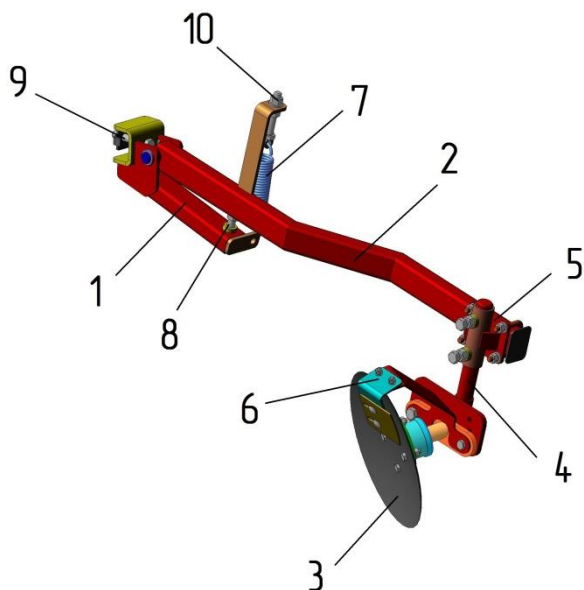

Рисунок 6 – Механизм дискового типа
3.6 Механизм дискового типа (рисунок 6) предназначен для прижатия краев укрывного материала почвой. Устанавливается на задней балке рамы при помощи кронштейна 1, в котором шарнирно закреплена балка 2 с кронштейном 5 и стойкой 4. На стойку крепится диск 4 с чистиком 6.